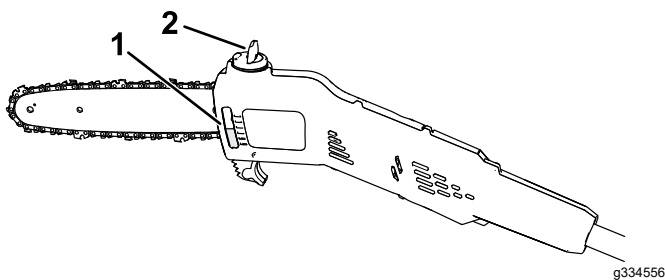

Figura 15
2. Observe el nivel de aceite en la mirilla. Si el aceite no llena la mirilla, añada la cantidad necesaria de aceite para cadenas (Figura 15).
4. Limpie la zona alrededor del tapón de aceite (Figura 15).
5. Abra la tapa del tapón de aceite, retire el tapón y vierta aceite para cadenas en la sierra de pértiga hasta que el aceite llene el depósito (Figura 15).